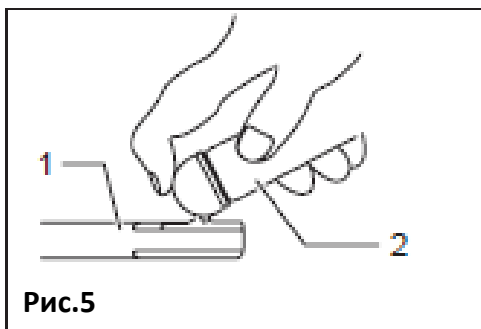

Рис.5
Перед установкой насадки очистите ее хвостовик (1) и нанесите специальную смазку (2) Рис.5.